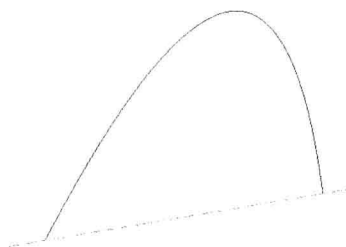

图 2-79 绘制圆锥弧
Step 02 在绘图区的任意位置处单击鼠标左键，确认圆弧的起点和终点，然后向上拖曳鼠标至合适位置，单击鼠标左键，确定圆弧的曲率，单击鼠标中键，即可绘制圆锥弧，如图 2-79 所示。